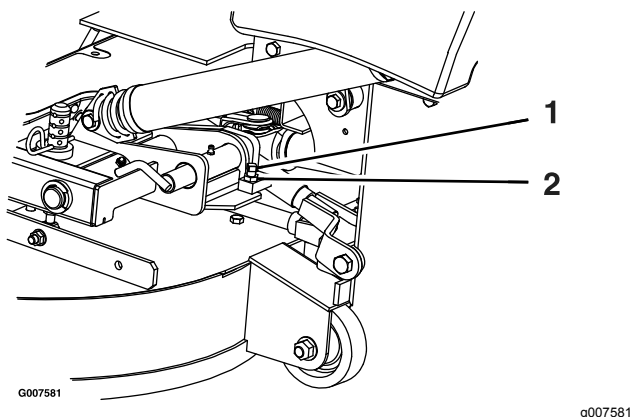

Figure 82
2. Desserrez l'écrou de blocage et tournez la vis de butée dans le sens horaire jusqu'à ce que la goupille de verrouillage soit serrée et ne puisse pas être tournée à la main (Figure 82).